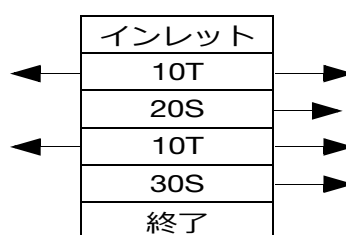

図 15
a. 分配バルブの分解前には、バルブ部の配置を記したスケッチを作成してください。例: インレット10T - 20S - 10T - 30S - エンド(図 15)。エンドプラグのみを取り外します。ピストンをバルブ部から取り外さずに各ピストンを往復させます。